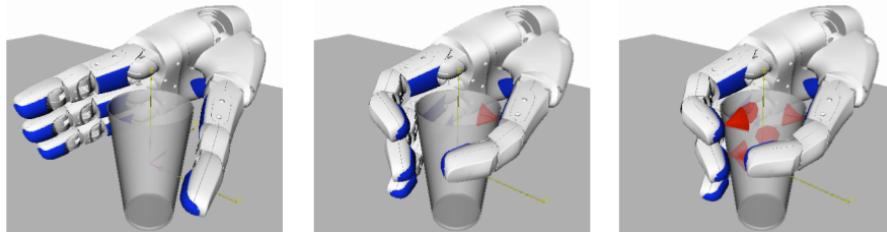

Abbildung 42: GraspIt!
4. Schließe jeden einzelnen Finger bis auf Kontakt: Einfacher Algorithmus¹¹ (vgl. Abbildung 42)